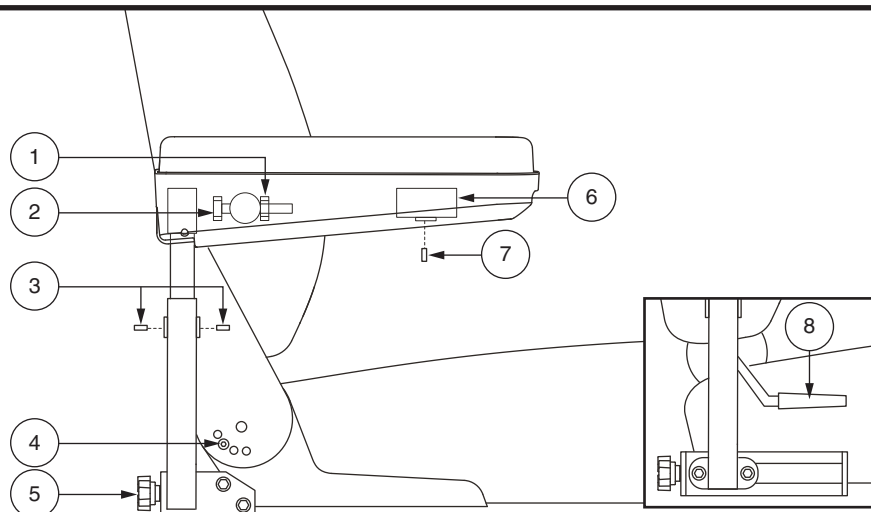

Figure 12. Réglages des appuis-bras et du dossier
Si votre fauteuil motorisé est équipé d'un siège à dossier inclinable, vous pouvez ajuster l'angle du dossier en utilisant le levier de détente du dossier. Voir la figure 12.
1. Relevez l'accoudoir perpendiculaire au plancher. Voir la figure 12.
1. Desserrez la vis de réglage sur le support d'accoudoir. Voir la figure 12.
3. Desserrez la vis de réglage sous l'accoudoir. **Voir la figure 12.**
5. Desserrez la vis de blocage. **Voir la figure 12.**